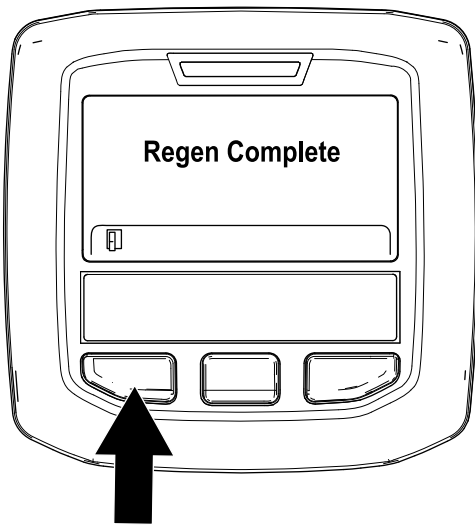

Figura 42
9. Cuando la regeneración en estacionamiento se haya completado, en el InfoCenter se muestra el mensaje "Regeneración completada". Pulse el botón izquierdo para salir de la pantalla de inicio (Figura 42).